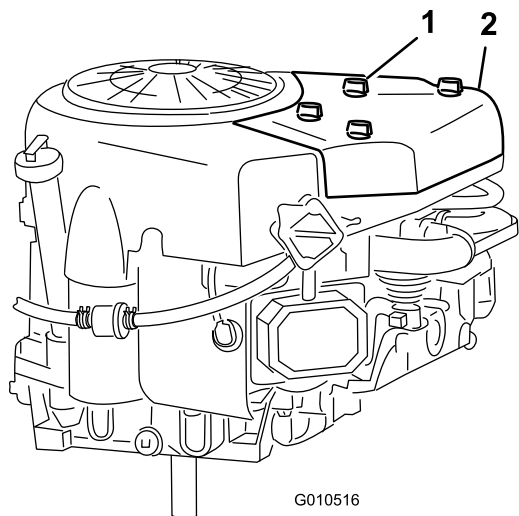

Bild 22
2. Schrauben Sie die Handräder los und entfernen Sie die Luftfilterabdeckung (Bild 22).
3. Montieren Sie die Luftfilterabdeckung und Handräder (Bild 22)